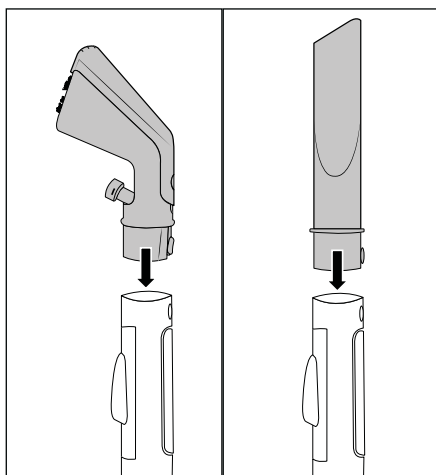

Fig. 3
- ◆ Conecte la boquilla para tapicería 22 o la boquilla rinconera 24 en el tubo de rociado/aspiración 19 hasta que el botón de bloqueo 23/42 encastre (consulte la fig. 3).